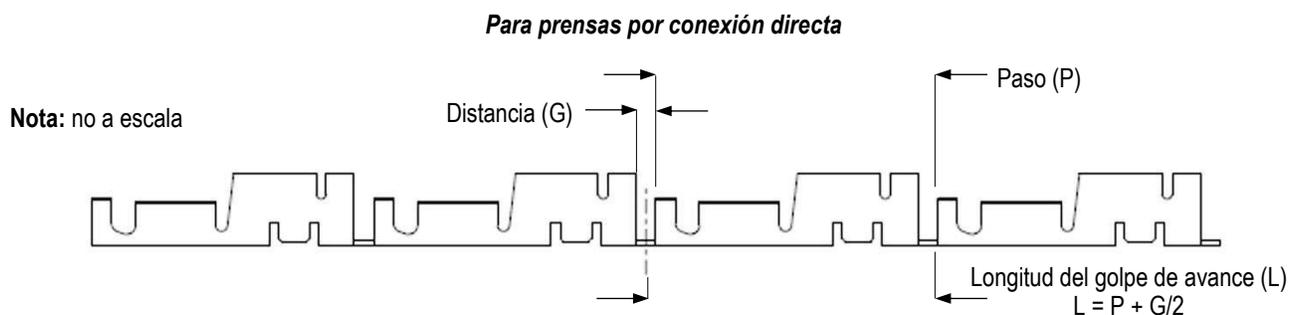

Figura 22
3. Gire la rueda de ajuste a la medida «L» apropiada para el terminal que se está procesando. Consulte las ilustraciones del cliente para conocer la medida «L» de los terminales AMPLIVAR. Si no se dispone de datos, ajuste la medida «L» al paso de los terminales más la mitad de la distancia entre estos (consulte la Figura 22).